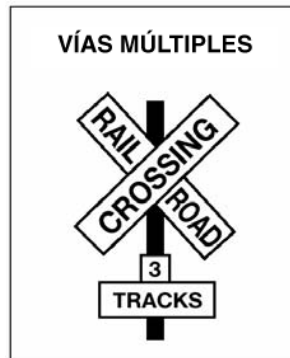

Figura 2.17
**Señales de cruce de ferrocarril.** Esta señal indica que hay un cruce de vías de ferrocarril y exige a los automovilistas dar paso al tren. Si no hay una línea blanca pintada en el pavimento, debe detener el autobús antes de la señal de cruce de ferrocarril. Cuando la carretera pasa por encima de más de un par de vías, debajo de la señal se indica la cantidad correspondiente. Ver la figura 2.17